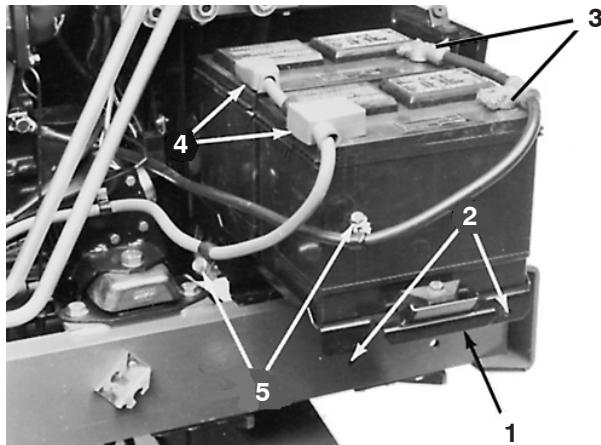

Figure 2
2. Retirez les vis de fixation du support de batteries et sortez le support (Fig. 2).
4. Débranchez les câbles négatifs (-) des batteries (Fig. 2). Connectez un chargeur de 3 à 4 A aux bornes des batteries. Chargez les batteries au régime de 3 à 4 ampères durant 4 à 8 heures.